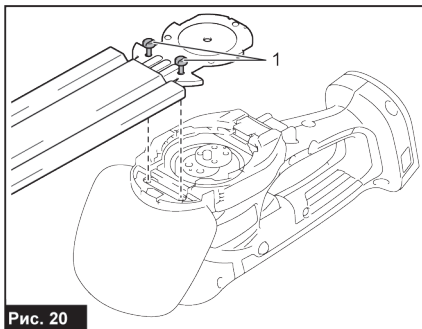

Рис. 20
4. Ослабьте два винта отверткой и снимите режущие ножи (рис. 20).